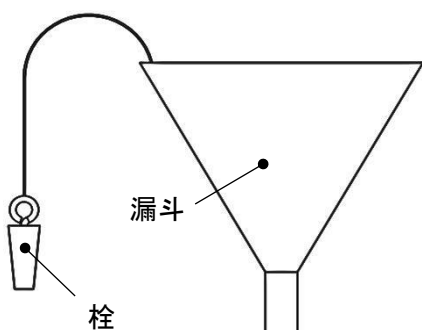

図1
- ① プラスドライバーを使用して、本器向かって右側の側板をはずす。
- ② 図1のように漏斗の栓を抜く